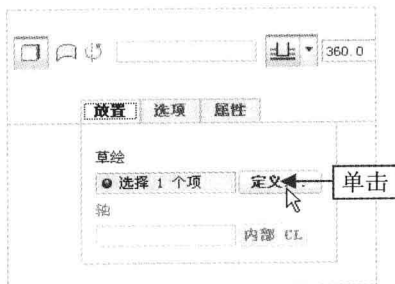

图 14-21 单击“定义”按钮
Step 01 按【Ctrl+N】组合键，新建零件文件，在“功能区”选项板的“模型”选项卡中，单击“形状”面板中的“旋转”按钮，弹出“旋转”选项卡，单击“放置”按钮，弹出“放置”下滑面板，单击“定义”按钮，如图 14-21 所示。